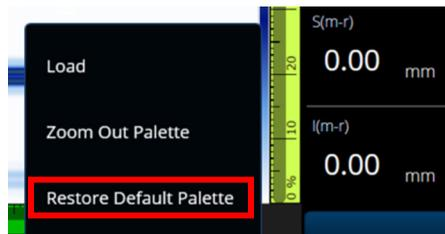

Abbildung 2-63 Restore Default Palette (Standardpalette wiederherstellen)
- ◆ Drücken Sie lange auf die Farbpalettenskala (rechts abgebildet in Abbildung 2-57 auf Seite 116) und wählen Sie **Restore Default Palette** (Standardpalette wiederherstellen) [siehe Abbildung 2-63 auf Seite 122].